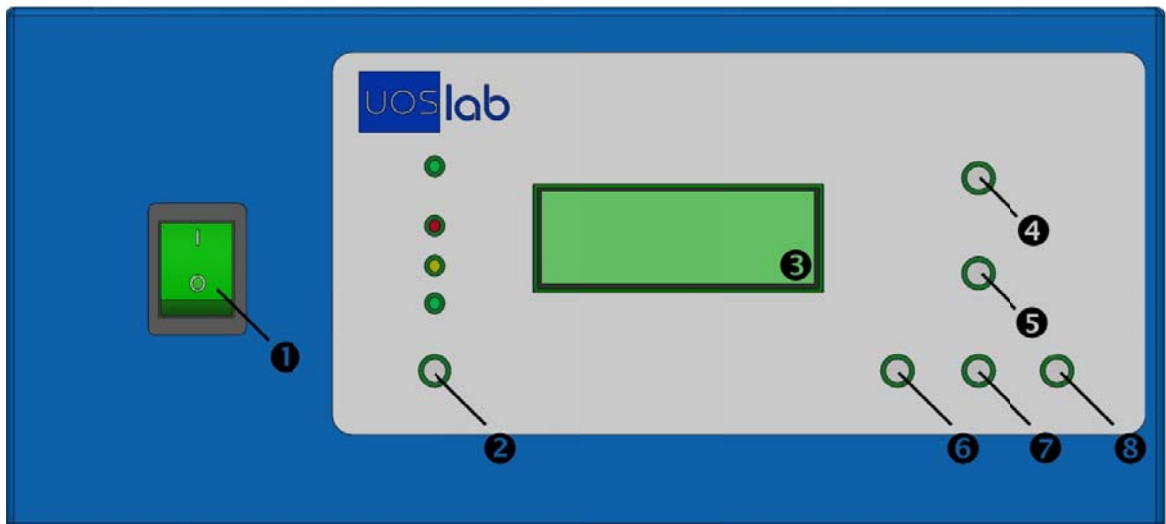

Рис. 1
5.1.1 Шафа оснащена електронним контролером, що містить текстово-цифровий дисплей, блок індикаторів, кнопки для вибору та редагування режимів роботи (рис. 1):